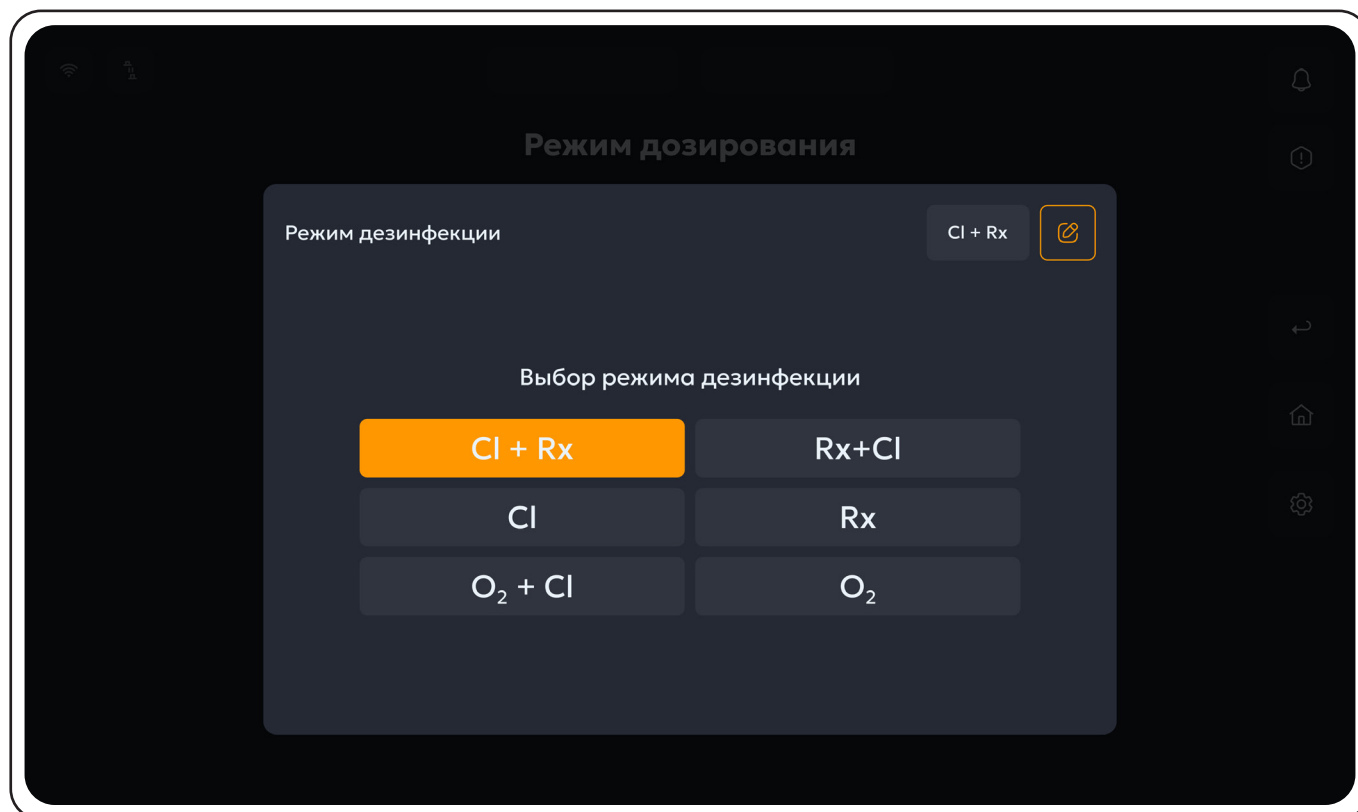

Рисунок 46. Выбор режима дезинфекции.
1. В пункте **Режим дезинфекции** нажать кнопку "**Редактировать**", после чего откроется следующее меню (рис.46):